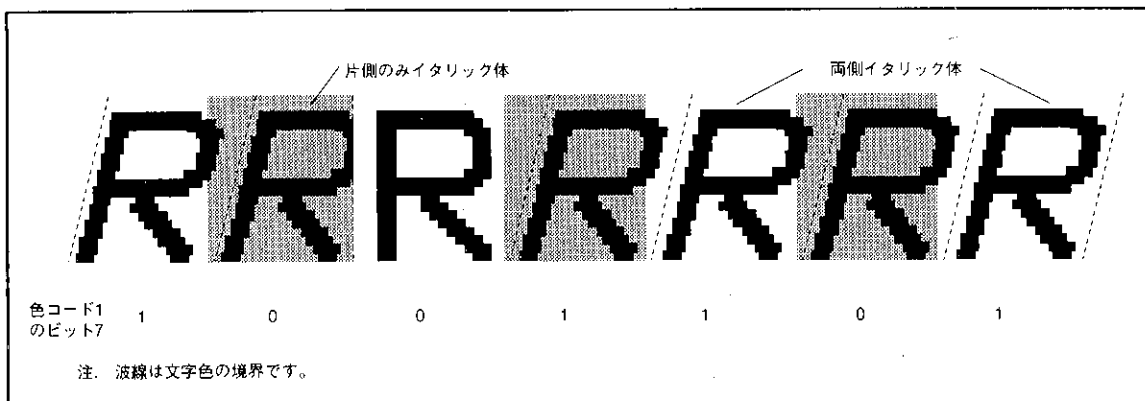

図69. イタリック表示例
- 文字色の境界はイタリック体になりますが、文字背景色の境界はイタリックの影響を受けません(図69参照)。
- イタリック体の文字に隣接する文字(片側又は両側)は、その文字がイタリックを指定していない場合でもイタリック体になります(図69参照)。
④エクストラフォント